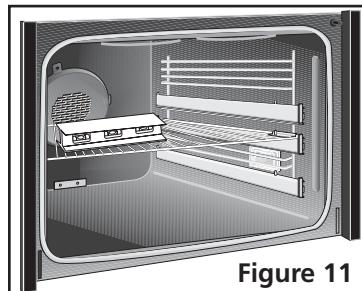

Figure 11
- Installez une grille au centre du four inférieur (Voir la figure 11).